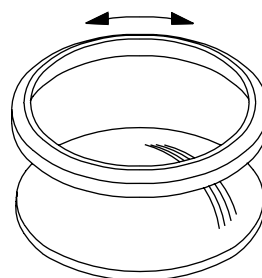

Fig. 6-10.2 Lägg på ventilslippasta och gnid säte och kulsegment mot varandra.
- Slipa in det nya sätet mot kulsegmentet. Lägg på ventilslippasta och gnid säte och kulsegment mot varandra tills en sammanhängande matt yta erhållits runt tätningsytorna (→ Fig.6-10.2)